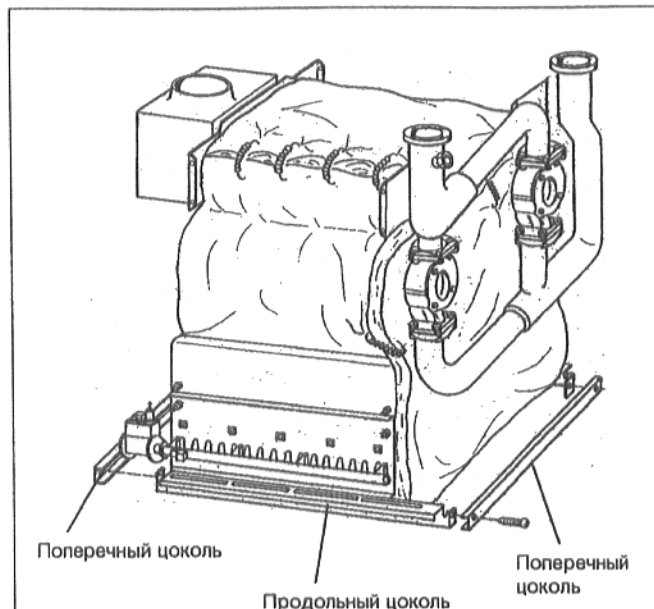

Рис. 30
- Прикрепить поперечные цоколи к передней и задней стороне продольных цоколей (рис. 30).
Сторона со шлицами направлена вверх (рис. 30а).
Рис. 30а: Поперечный цоколь, вид сверху